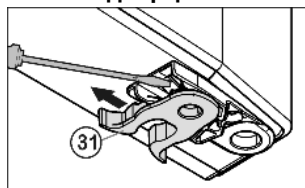

Fig. 8
- ▶ переставить пружинный зажим *Fig. 8 (31)*. Нажать вниз язычок защелки, снять с него пружинный зажим.